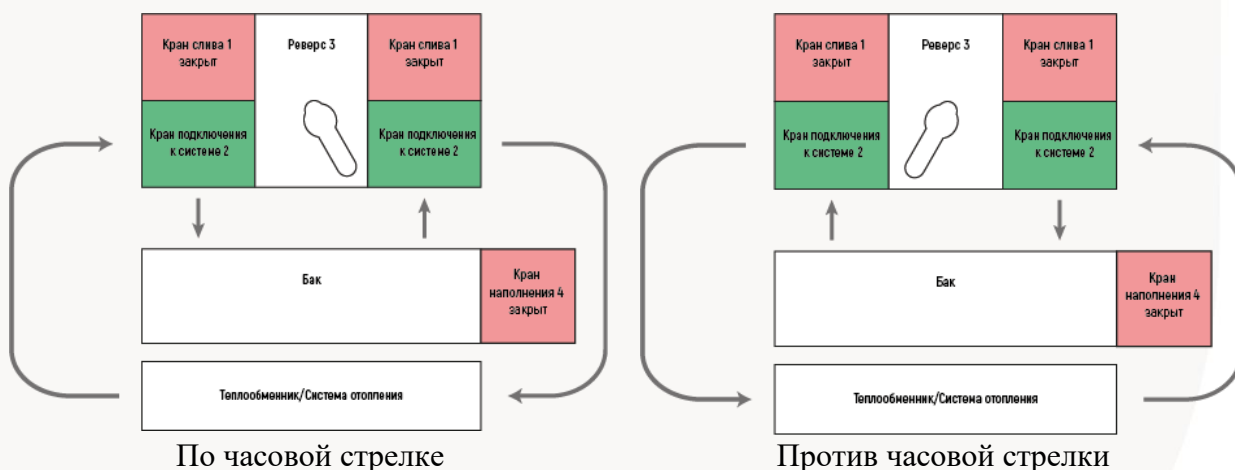

Рис. 2. Режим циркуляции
- Для интенсификации процесса промывки меняйте направление движения промывающего раствора каждые 10 мин. (см. рис. 2).